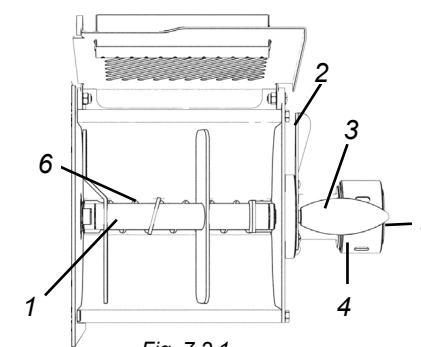

Fig. 7.2.1
1. Portare la pala "1" come in fig. 7.2.1
ATTENZIONE! Se la pala non è ferma in posizione come in fig. 7.2.1 non sarà possibile estrarla